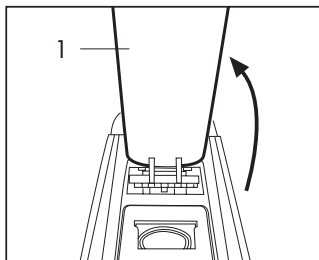
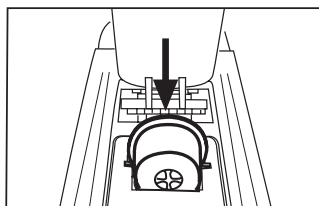

Fig. 8
Fig. 9
- Sollevare indietro lentamente (fino all'arresto) la leva di comando (1) (Fig. 8) e inserire una capsula nell'apposito spazio (Fig. 9)